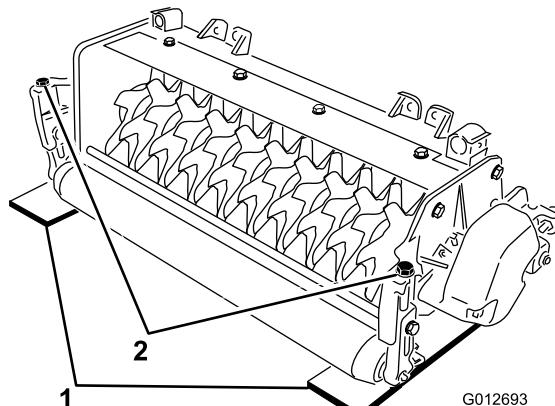

Figura 4
sob os rolos dianteiro e traseiro do cilindro da unidade de corte vertical (em cada extremidade do cilindro) (Figura 4).
- Rode o parafuso de ajuste em cada suporte da altura de corte (Figura 4) de forma a que as lâminas do cilindro fiquem em contacto com a superfície nivelada em ambas as extremidades.